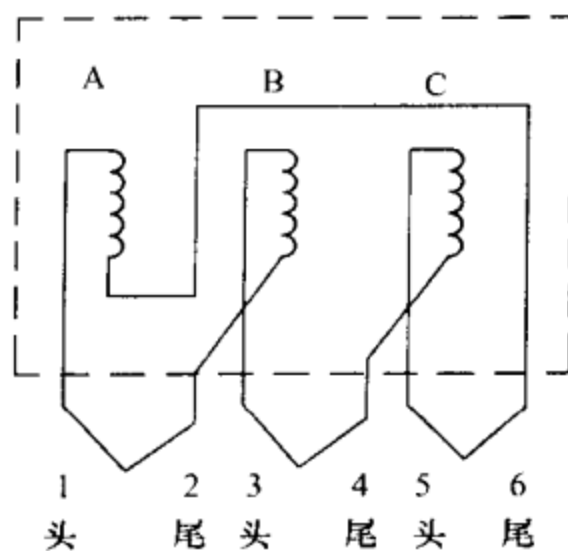

图 2-78 电动机 Δ 形改 Y 形接线示意图
如若将此电动机改为 Y 形接线，其改接步骤如下：①先将分别接在一起的引线头按图 2-78 编号，如 1 和 2、3 和 4、5 和 6；②将三对线头都打开；③用兆欧表或万用表测量通断，如果 1 与 6 通，则该绕组定为 A 相绕组；3 与 2 通则该绕组定为 B 相绕组；5 与 4 通则该绕组定为 C 相绕组。假定 1 为 A 相绕组的头，则 6 为尾；2 因和 1 相连，所以 2 为 B 相绕组的尾，则 3 为